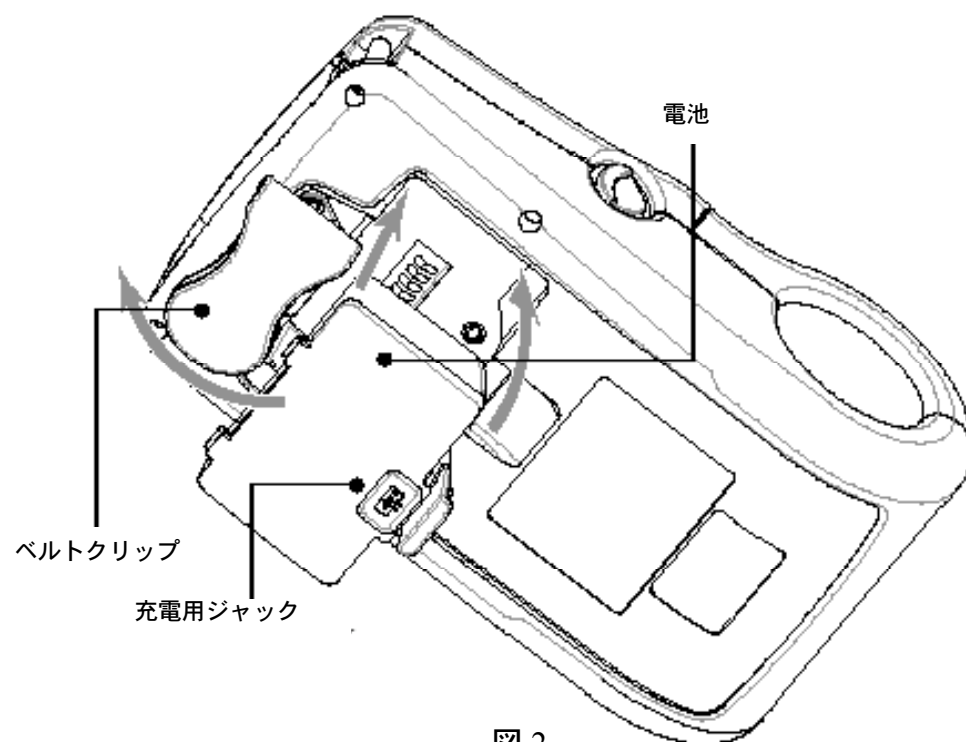

図 2
2. 図 2 に示されたように、プリンタに電池を挿入します。